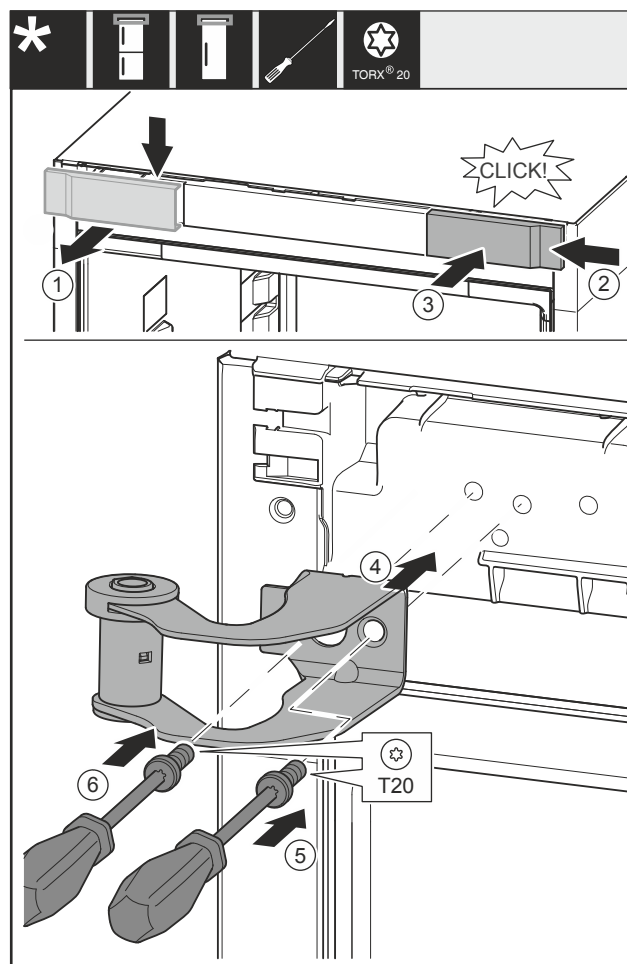

Fig. 11
- Снимите крышку Fig. 11 (1) сверху вперед.
- Навесьте крышку Fig. 11 (2), повернув ее на 180°, справа с другой стороны.
- Зафиксируйте крышку Fig. 11 (3).
- Установите верхний опорный кронштейн Fig. 11 (4).
- Затяните винт Fig. 11 (5).
- Затяните винт Fig. 11 (6).